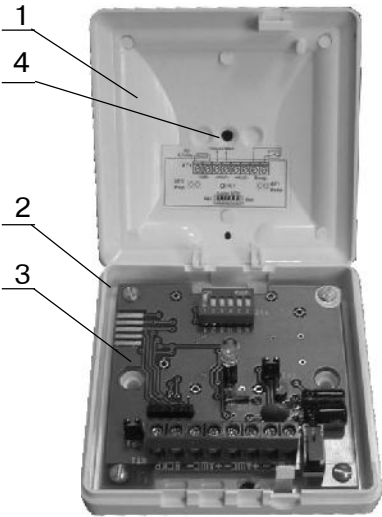
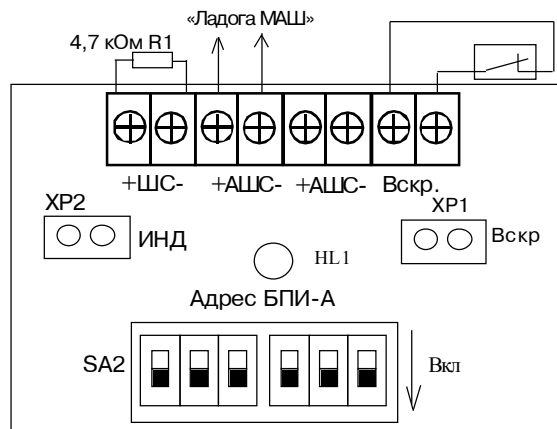

Рис.26 Конструкция БПИ
Рис.27 Схема подключения БПИ
Конструкция БПИ приведена на рис. 26. Основными элементами БПИ являются: крышка (1), печатная плата (2), основание (3). На передней крышке извещателя расположен индикатор режима работы (4). На печатной плате расположены контактные колодки для подключения внешних цепей (схема подключения приведена на рис.27).